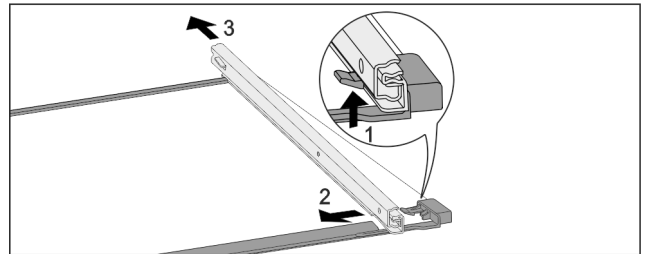

Fig. 233 Glasplatte mit Schienen
- ▶ Vorderen Rasthaken nach oben drücken. Fig. 233 (1)
- ▶ Auszugsschiene zur Seite Fig. 233 (2) und nach hinten Fig. 233 (3) wegschieben.